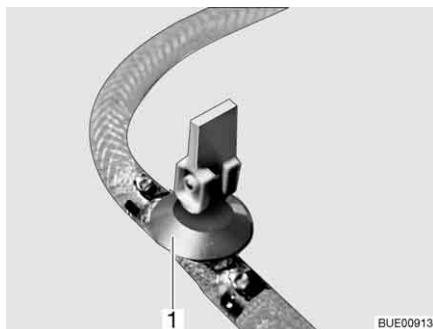
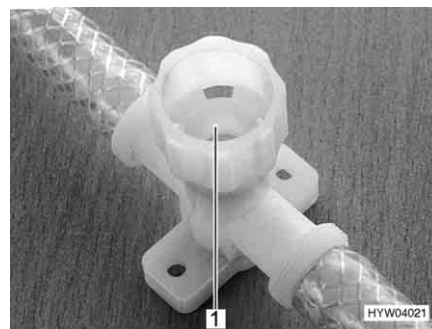

Fig. 176 Rubinetto di scarico (con leva a bilancere)
Fig. 177 Rubinetto di scarico (con tappo a vite)
- Aprire tutti i rubinetti di scarico. Mettere la leva a bilanciere del rubinetto di scarico (Fig. 176,1) in posizione verticale o chiudere il coperchio del rubinetto di scarico (Fig. 177,1) in senso antiorario.